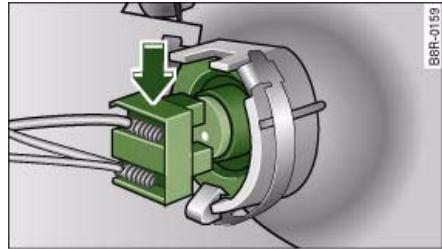

Fig. 247 Base portálámpara para la luz de carretera
- Haga presión, hacia abajo, sobre la lámpara en el conector de plástico ⇒ fig. 247 y extraiga el conector junto con la lámpara de la carcasa del faro.